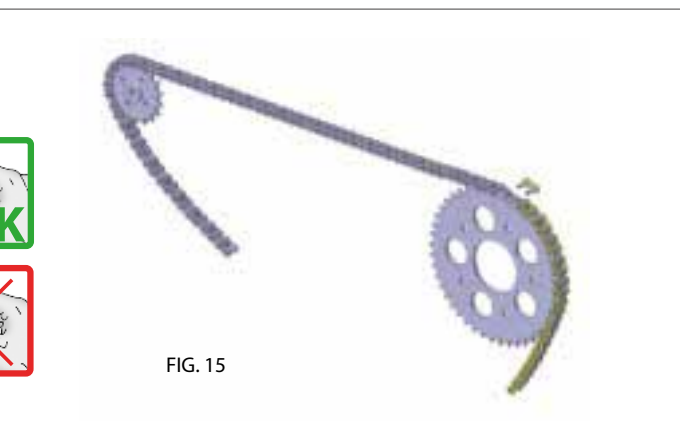

FIG. 15
1. Posizionare il capo della nuova catena sulla corona, sul dente successivo a quello che trattiene l'ultima maglia della vecchia catena (fig. 15).
2. Utilizzando la forchetta giunto (A) collegare temporaneamente un capo della catena da sostituire con la nuova catena.
1. Put the head of the new chain on the rear sprocket, on the tooth next to the end of the used chain (fig. 15).
2. By using the old connecting link (A), connect temporarily the end of the old chain with the head of the new chain (since it is only temporary, there is no need to secure the plate with the spring clip).